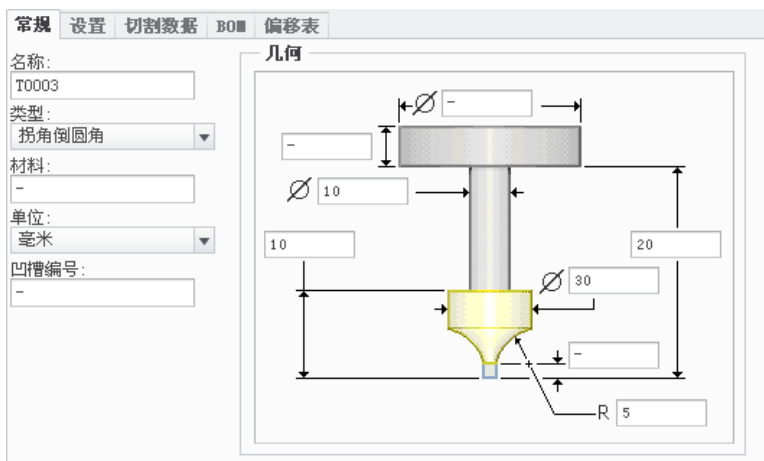

图 3.13.4 设定刀具一般参数
Step3. 在弹出的“刀具设定”对话框中,单击“新建”按钮,然后设置图 3.13.4 所示的刀具参数,依次单击 应用 和  确定 按钮。